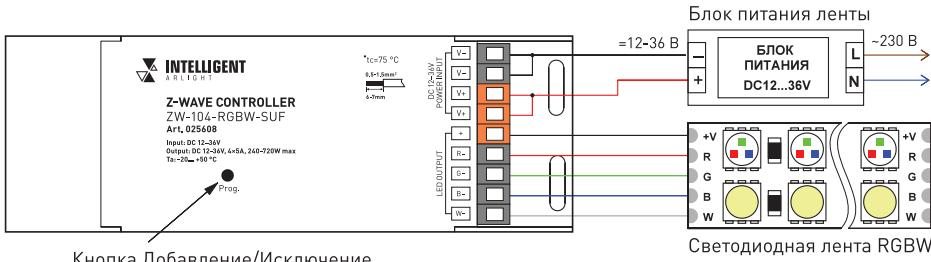

Рис. 1. Схема подключения.
- 3.3. Подключите светодиодную ленту или другой совместимый светодиодный источник света к выходу **LED OUTPUT** контроллера, соблюдая полярность и порядок подключения проводов [Рисунок 1].